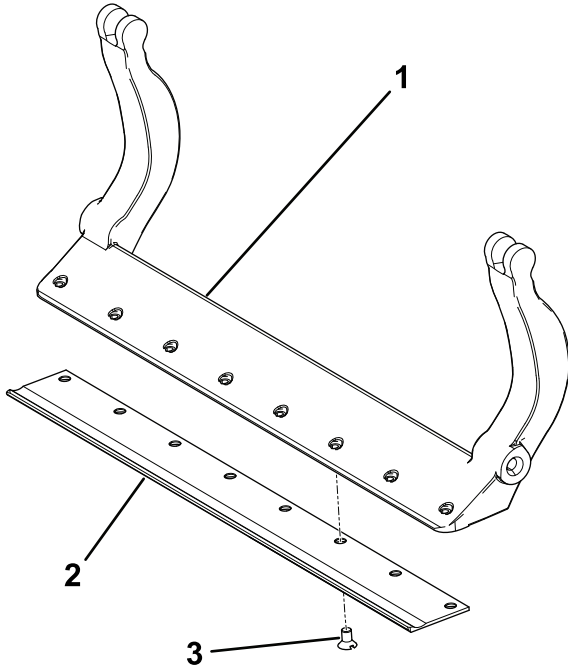

图33
3. 在螺丝上涂抹防粘剂并按照如下所示将底刀安装到底刀架上 图33